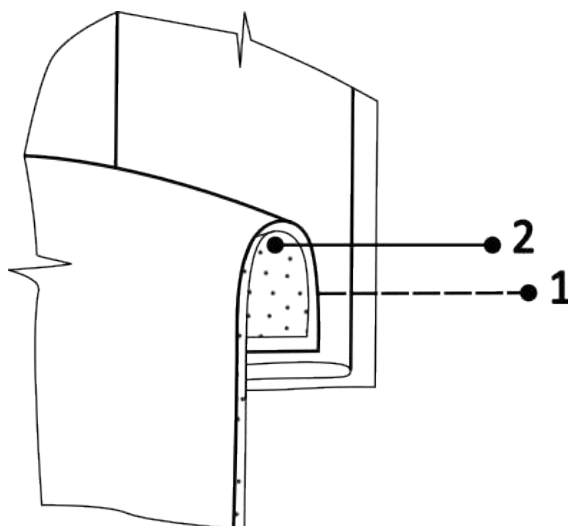

Рисунок 5 – Схема обработки фрагмента технологического узла «Втачной пояс», соединение передней части фигурного пояса с полочкой (сечение А-А. рис. 4)
2) При пошиве можете воспользоваться рекомендованной технологической последовательностью изготовления, приведенной в задании, а также схемой обработки (рис.5).
- сметать складки или проложить закрепляющую машинную строчку на расстоянии 0,7 мм от линии среза (строчка 1, рис.5).
- стачать детали (строчка 2, рис.5);